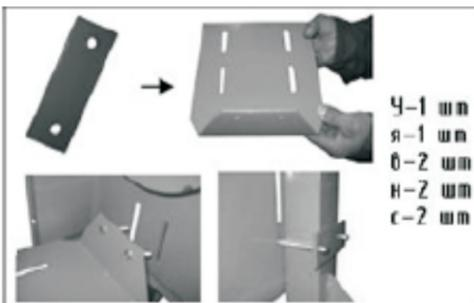

Рис. 14.
6.14. Установите основание электродвигателя (У), закрепив его через внутренний кожух (Л) и пластины (я) на раме (Д) как показано на Рис.14. Для этого используются 2 болта (в) и 2 гайки (н) с шайбами (с).